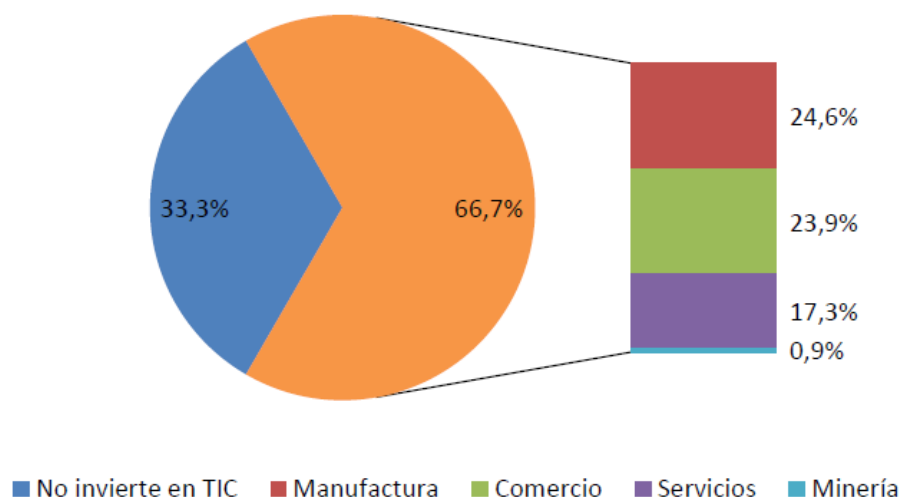

Figura 1. Porcentaje de empresas que realizan inversión en TIC, según sector económico
- El 66,7% de las empresas investigadas invierten en TIC, de éste, el 24,6% pertenece a Manufactura, el 23,9% pertenece a Comercio, el 17,3% a Servicios y el 0,9% a Minería, tal y como se muestra en la Figura 1.